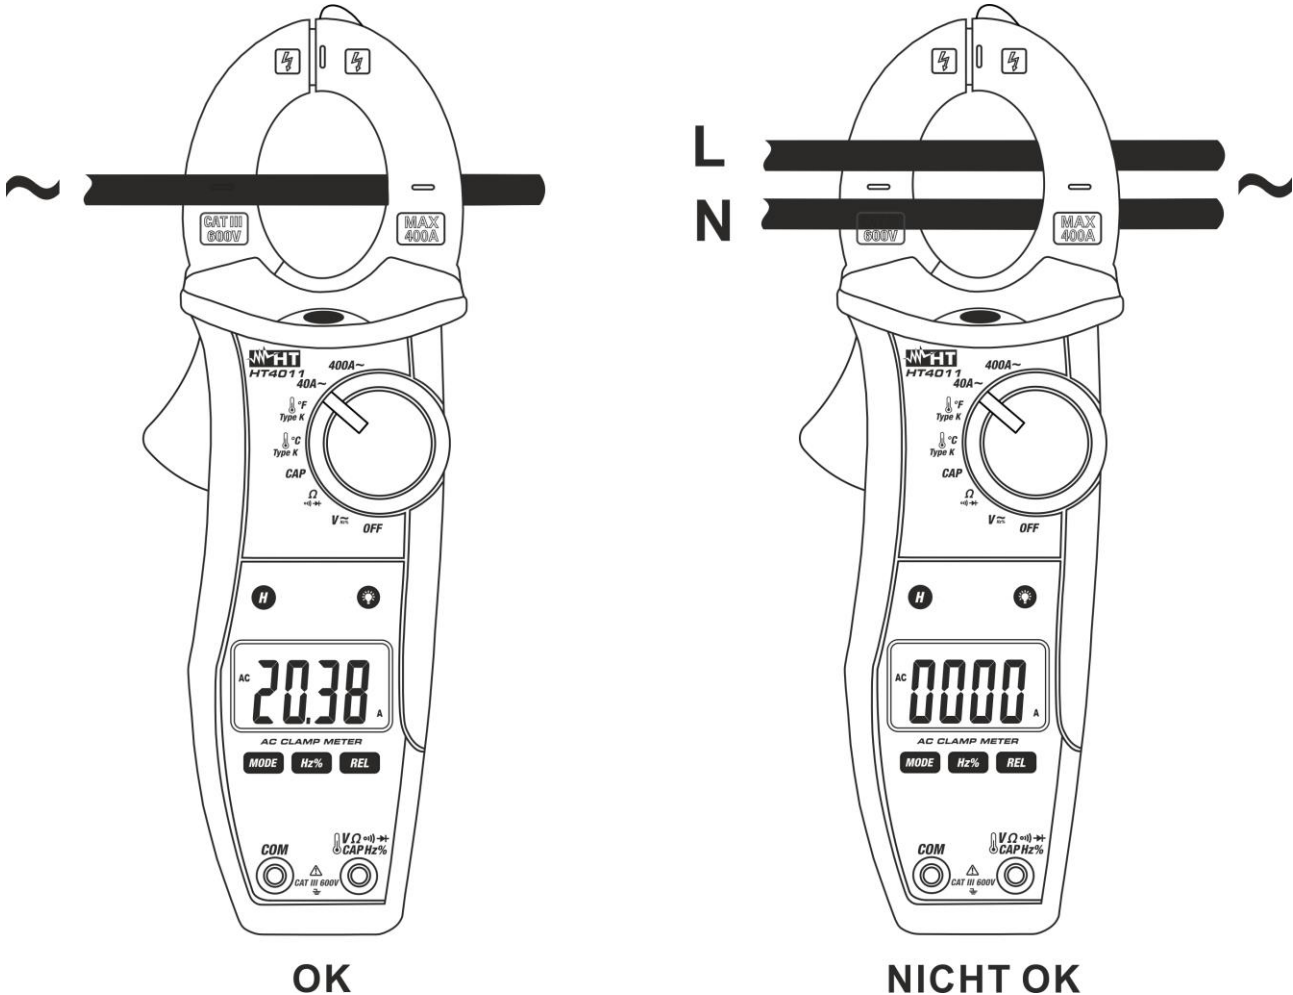

Abb. 10: Verwendung der Zange für Wechselstrommessung
2. Setzen Sie den Leiter ins Zentrum der Zangenöffnung, damit Sie eine genauere Ableseung der Messwerte erhalten (Abb.10). Der Wechselstromwert erscheint auf dem Display.